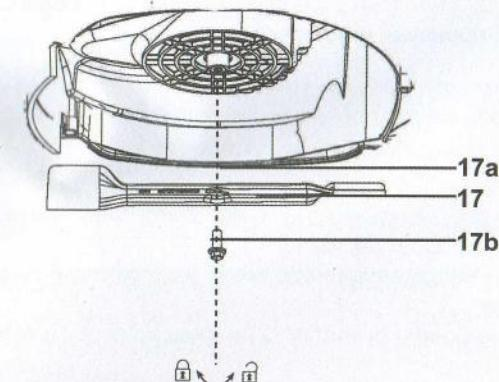

Рис. 15
1. Держите нижнюю часть корпуса и режущий элемент (17) в чистоте. Извлекайте обрезки из разгрузочного желоба (18).
3. Для высокой эффективности скашивания необходимо поддерживать остроту режущего элемента (17). Изношенный или поврежденный режущий элемент необходимо заменять на новый того же типа или затачивать силами квалифицированного специалиста.
4. Ослабьте болт (17b), поворачивая его против часовой стрелки с помощью ключа, а затем снимите его вместе с режущим элементом (17) (рис. 15).
6. Установите режущий элемент (17) обратно на шпиндель (17a). Следите за тем, чтобы он был установлен ровно. Затяните крепежный болт. Момент затяжки должен составлять около 25 Нм.
8. Смазывайте режущий элемент (17) после каждого использования, чтобы продлить срок службы режущего элемента и устройства. Наносите маловязкое машинное масло вдоль края режущего элемента.